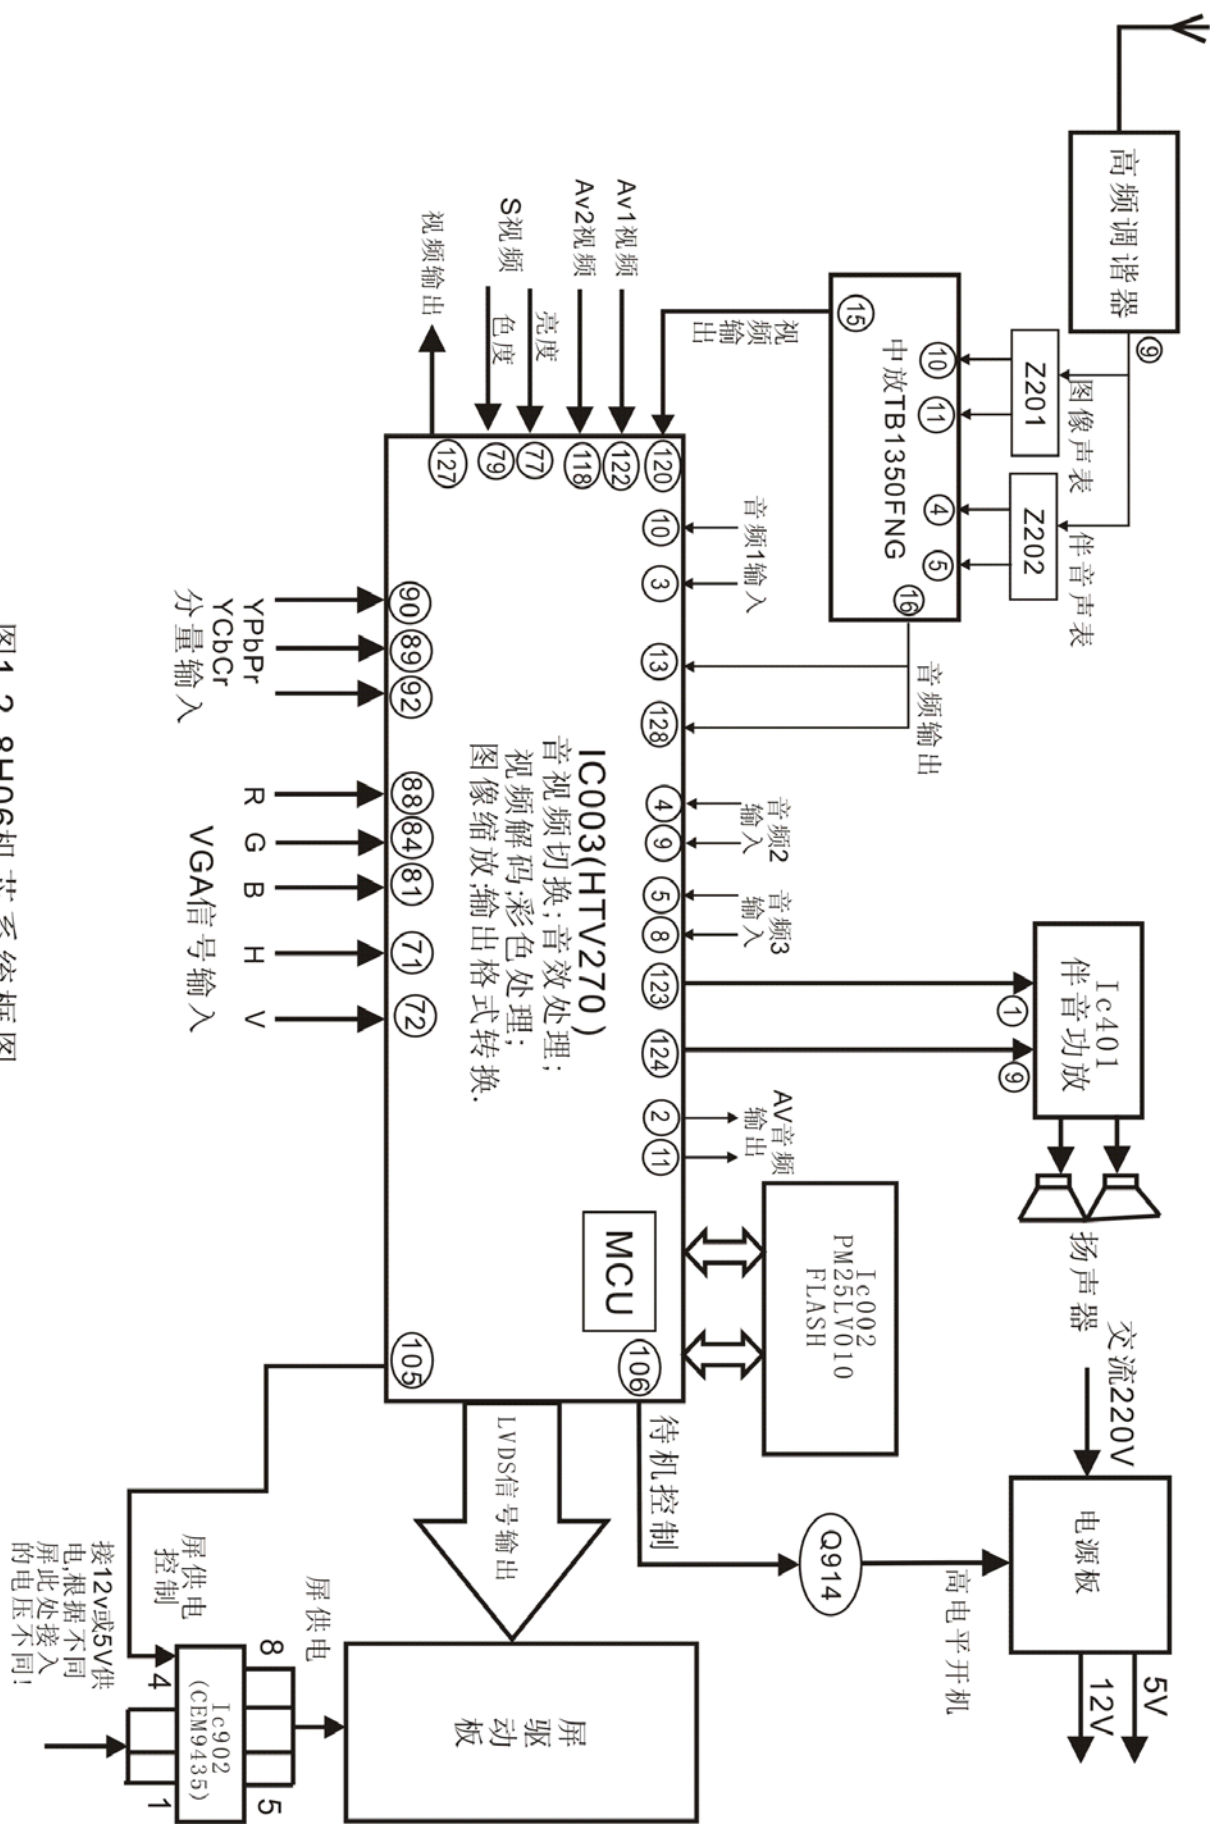

图1-2 8H06机芯系统框图
四 8H06 机芯整机系统框图：（见图 1-2）
6. 1 图像信号的输入：（可参照图 1-2）
6.2 图像信号的输出：（可参照图 1-2）